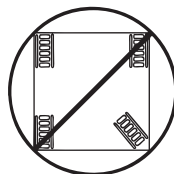

Figure 3
4. S'assurer que tous les patins sont correctement alignés pendant l'utilisation, Figure 3.